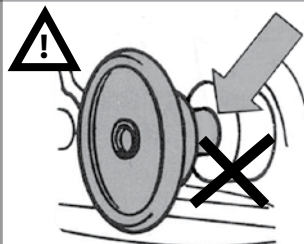

Abb. 5
- Steht der Sicherungsgriff hervor (im Dunkeln auch durch Tasten feststellbar), ist nicht richtig eingekuppelt (s. Abb. 5).